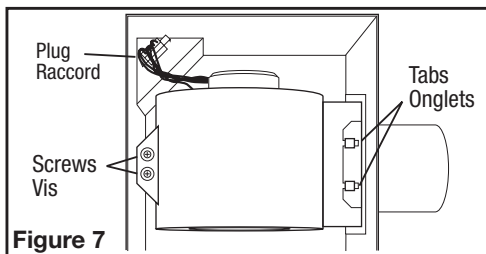

Figure 7
- 1b. **Internal Wire Compartment:** If the motor is already installed in the housing, remove the two screws holding the blower assembly in place. Lift up on the assembly and slide it out of the tabs on the housing (**Figure 7**). Remove the wire compartment cover screw and place the cover in a secure place (**Figure 8**).
- 1b. **Compartiment de Câblage Intérieur:** Enlever les trois vis retenant en place l'assemblage de la soufflante et soulever pour sortir l'assemblage hors du châssis (**Figure 7**). Enlever la vis (ou les vis) du couvercle du compartiment à câblage et mettre ce couvercle dans un endroit fiable (**Figure 8**).